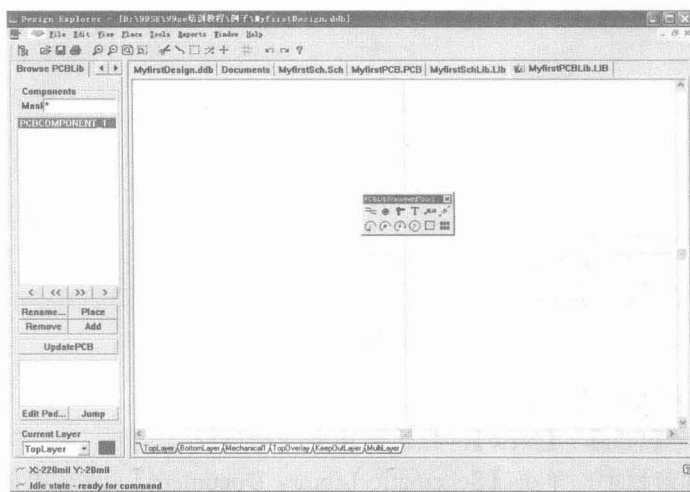

图 1-20 新建的元器件封装库设计文件
2. 在新建文件对话框中，单击【PCB Library Document】(PCB 库文件)图标，然后单击 按钮，系统将新建一个元器件封装库设计文件，结果如图 1-20 所示。